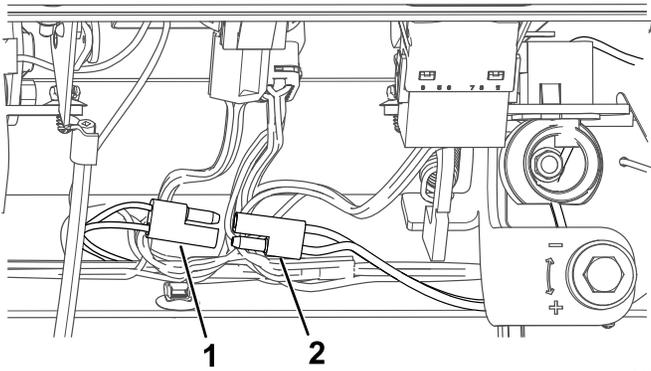

Figure 7
- **Modèles sans accessoires électriques** – branchez le faisceau de la prise au faisceau de la machine (Figure 7).